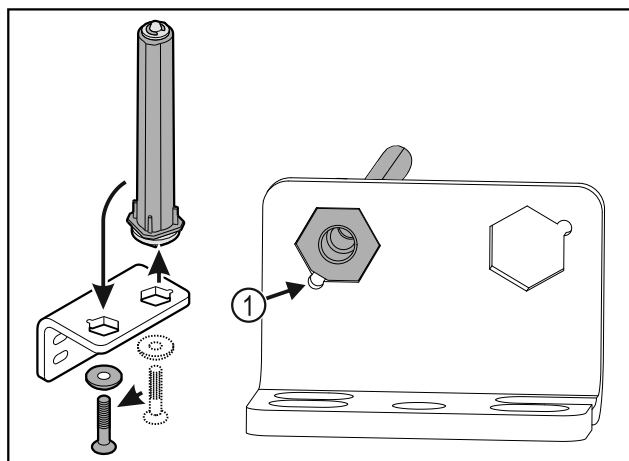

Fig. 39
- ▶ Aveți în vedere ca la introducerea, teșitura bolțului Fig. 39 (1) să fie orientată spre orificiul rotund.